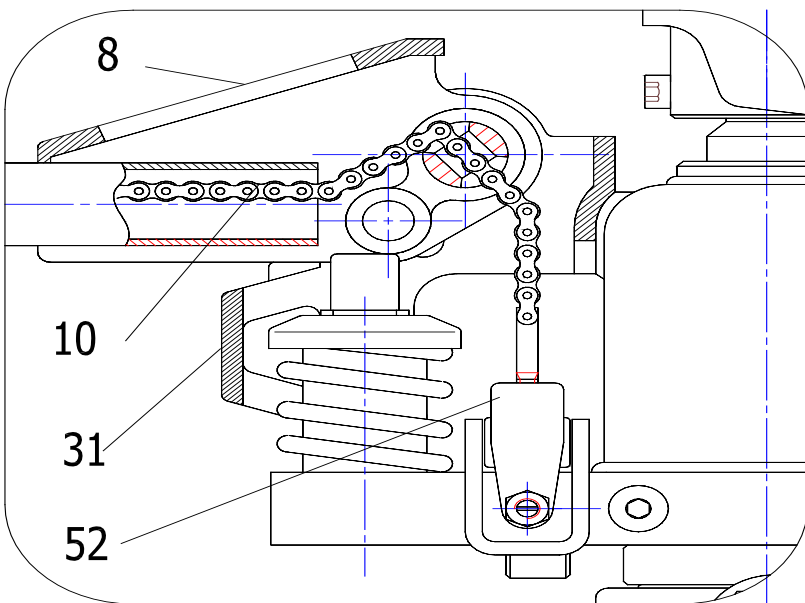
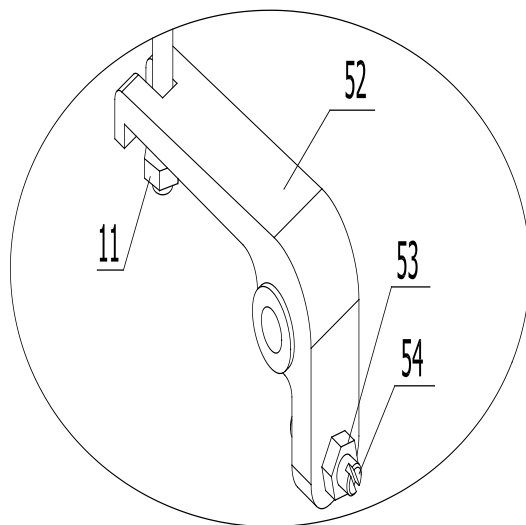

рис. 2
рис. 4
- 3.4 Пересеките цепь 10 ручкой через отверстие в штифте 23. См. рис.2.
- 3.5 Вставьте винт и гайку на конце цепи 10 в паз рычажной пластины 52. См. рис.2 и рис.4.
- 4.2 Винт 53 на рис. 4 используется для регулировки положения тележки. Если кузов тележки опускается сразу после его подъема, вам следует немного повернуть винт 53 против часовой стрелки. Затем проверьте тележку снова, пока ее кузов не сможет нормально подниматься. Если после подъема кузов тележки не может опуститься, вам следует немного повернуть винт 53 по часовой стрелке. Затем попробуйте снова запустить тележку, пока ее кузов не будет опускаться нормально. Наружная шестигранная гайка 54 на винте 53 выполняет функцию блокировки. Поэтому перед регулировкой следует отсоединить внешнюю шестигранную гайку и завернуть гайку после завершения регулировки.